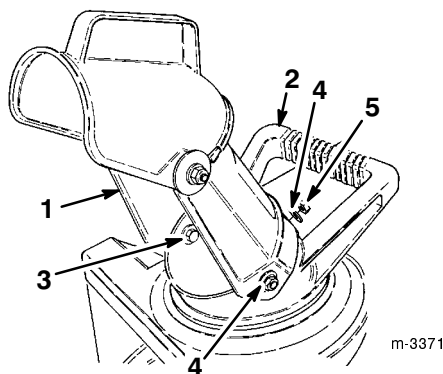

Bild 5
1. Positionieren Sie die Löcher am Auswurf über den Sechskantschrauben an den Seiten des Kanalgriffs (Bild 5).
2. Sichern Sie den Auswurf mit je zwei Scheiben und Sicherungsmuttern an den Sechskantschrauben ab (Bild 5).
5. Installieren Sie die Sicherungsmutter und Scheibe **fest** auf der Schraube hinten am Auswurf (Bild 5).